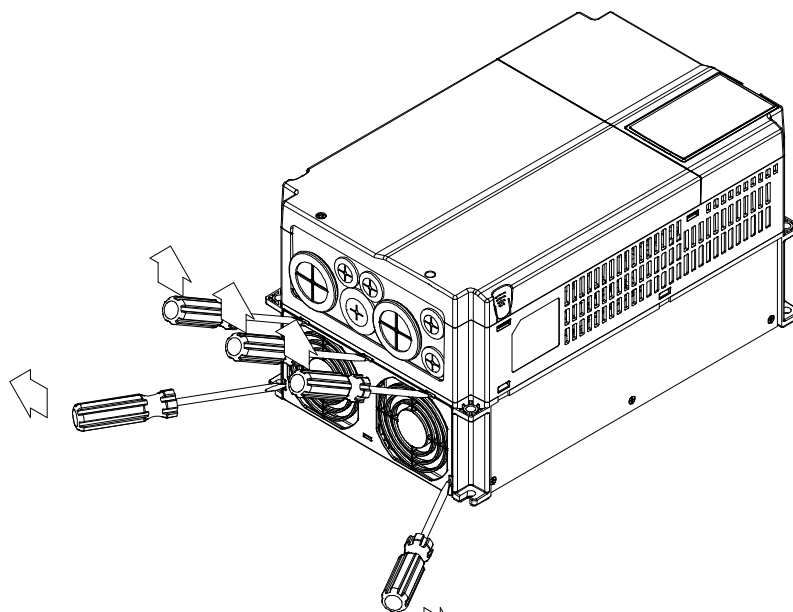

Рис. 1
1. Перед демонтажем вентиляторов снимите крышку при помощи шлицевой отвертки, как показано на рис. 1.